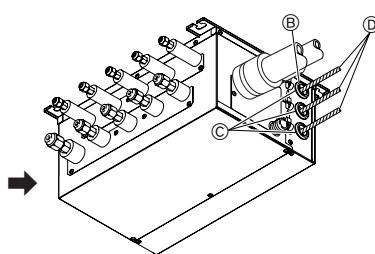

Fig. 9-2
- 3. Introduzca el cableado en la caja de derivación. (Fig. 9-2)
- 7. Cuando la caja de derivación se instale en el exterior, asegúrese de que las entradas del cableado estén selladas con masilla de minio para evitar que entre el agua de lluvia. (Fig. 9-2)